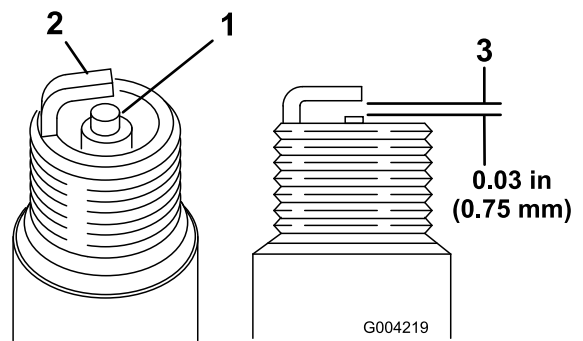

Figure 50
1. Examinez le centre des bougies (Figure 50). Si le bec isolant est recouvert d'un léger dépôt gris ou brun, le moteur fonctionne correctement. S'il est couvert d'un dépôt noir, c'est généralement signe que le filtre à air est encrassé.
2. Contrôlez l'écartement entre l'électrode centrale et l'électrode latérale (Figure 50).
3. Courbez l'électrode latérale (Figure 50) si l'écartement est incorrect.